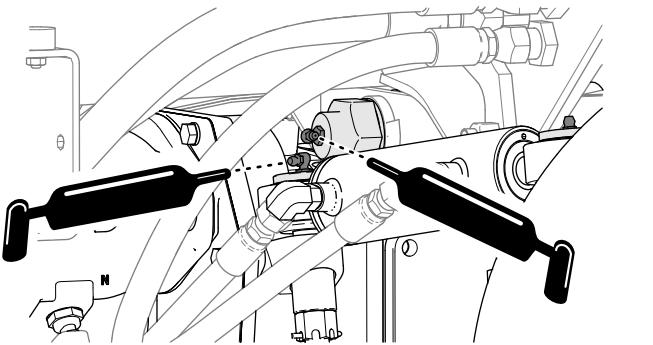

Figure 68
- Bague de pivot d'essieu arrière et vérin de direction; voir Figure 68